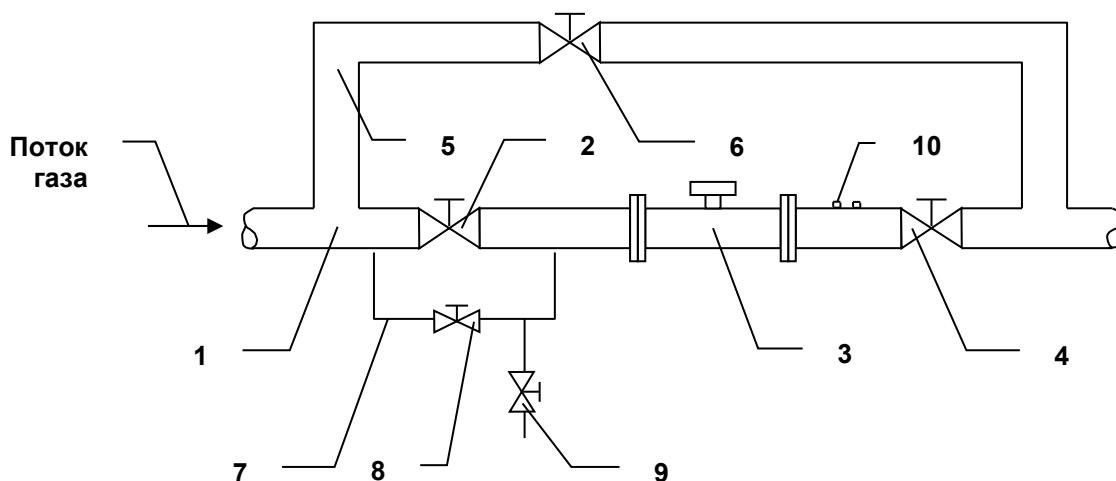

Рис. 5. Установка счетчика с перепускным каналом
- 3.13.5. Для трубопроводов с давлением свыше 16 атм схема установки счетчика приведена на рис. 5. Перепускной канал 7 позволяет избежать резких перепадов давления на счетчике при открытии вентилей трубопровода. Диаметр канала должен быть от 20 до 25 мм. Вентили 8 и 9 позволяют плавно повышать давление при пуске счетчика.
- 6.5. Пуск счетчика с перепускным каналом (см. рис. 5)